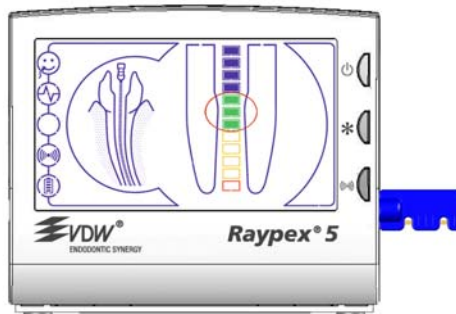

Fig. 11
- Les segments verts, entre la 5^{ème} et la 7^{ème} barre de l'Apex Zoom doivent être illuminés (voir Fig. 11).